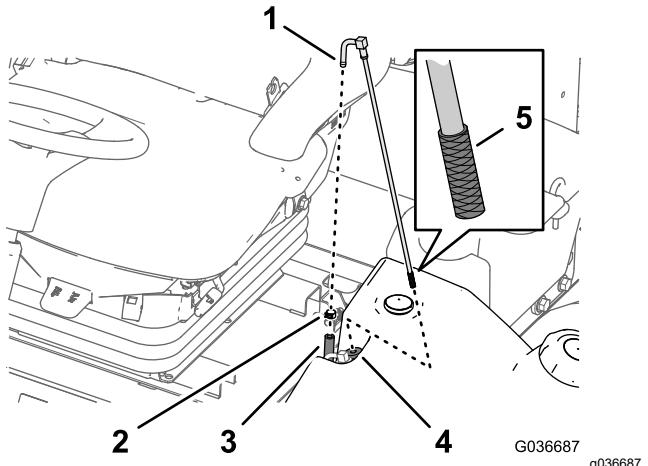

Figura 58
- Demontujte hadicovou sponu, jež upevňuje přívodní hadici paliva ke šroubení sacího potrubí paliva (Figura 58).
- Odpojte hadici od šroubení (Figura 58).
- Vyjměte sací potrubí paliva z palivové nádrže (Figura 58).
- Ze sítka na konci sacího potrubí paliva odstraňte veškeré nečistoty (Figura 58).
- Sací potrubí paliva zasuňte do pryžového pouzdra a do nádrže (Figura 58).